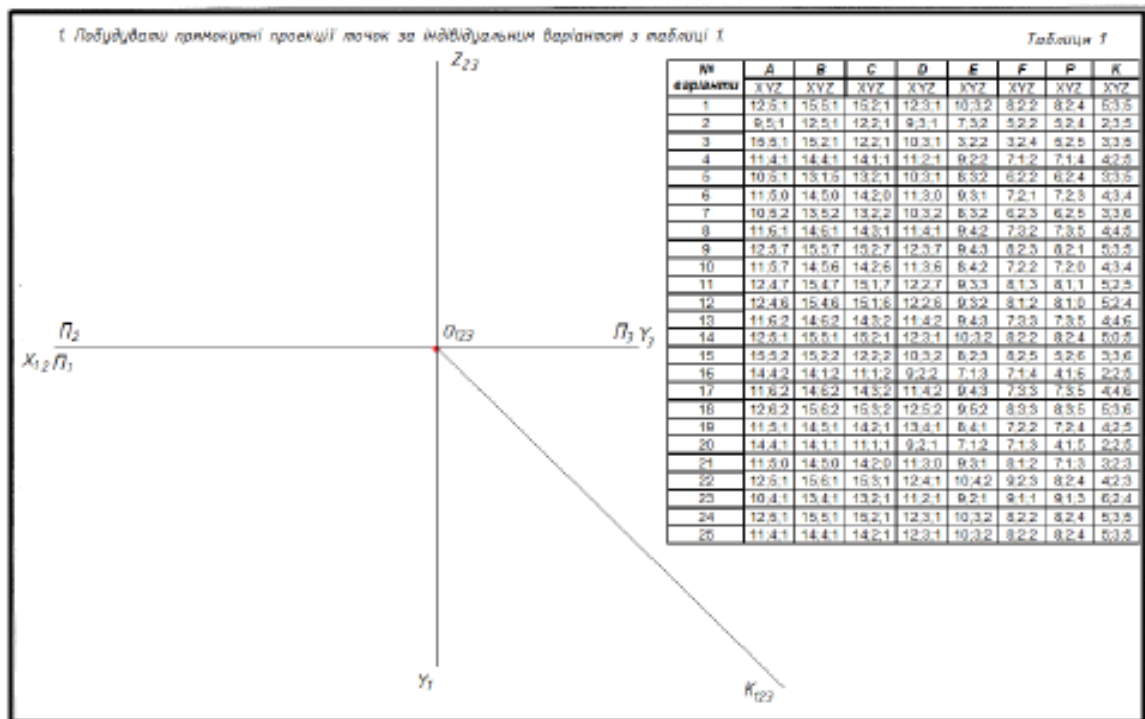

Рис.3 – завдання № 1 в.
2. Студент самостійно виконує за своїм індивідуальним варіантом (по номеру у списку групи) завдання № 1 в. (рис. 3). Треба побудувати ламану лінію на площинах проекцій Π_1 , Π_2 , Π_3 по заданим координатам x , y , z .